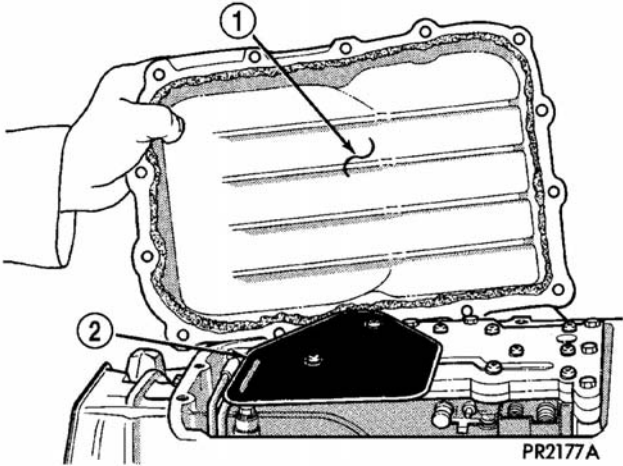

图 17 变速驱动桥油盘
(3) 拆下油盘 (图 17)。在重新组装之前, 要清除油封表面的旧黏结剂。